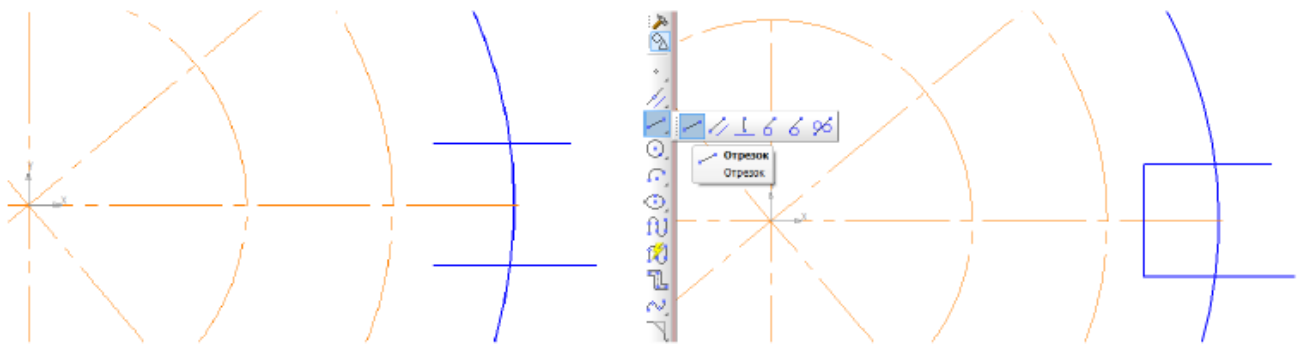

Рисунок 106 – Построение элемента паза
6.4 После построения двух отрезков на клавиатуре нажмите клавишу *Esc* (можно несколько раз). Удалите вспомогательную линию и окружность  $\varnothing 15$ , рис. 106, а).
6.5 Постройте отрезок, как это показано на рис. 106, б).